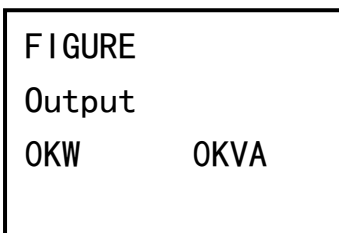

Рисунок 9
- мощность нагрузки (см. рисунок 9);